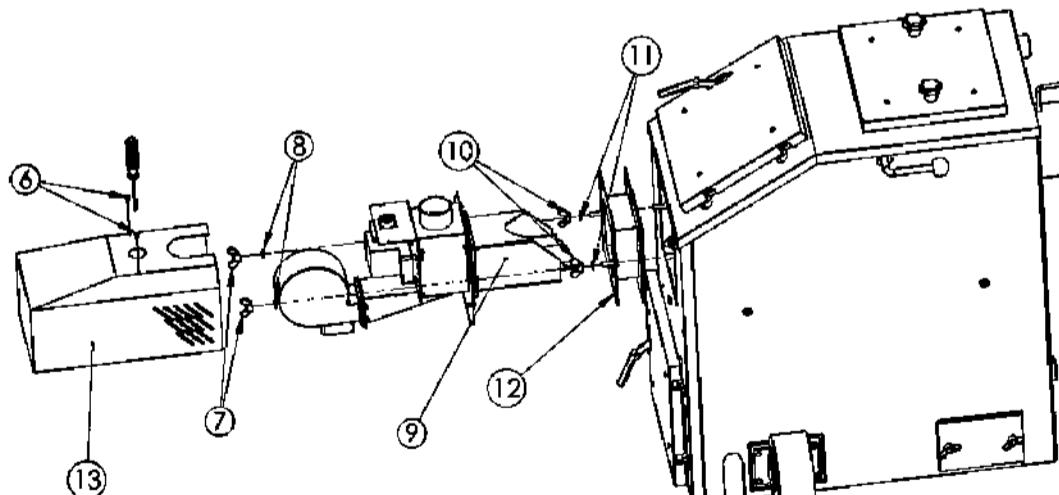
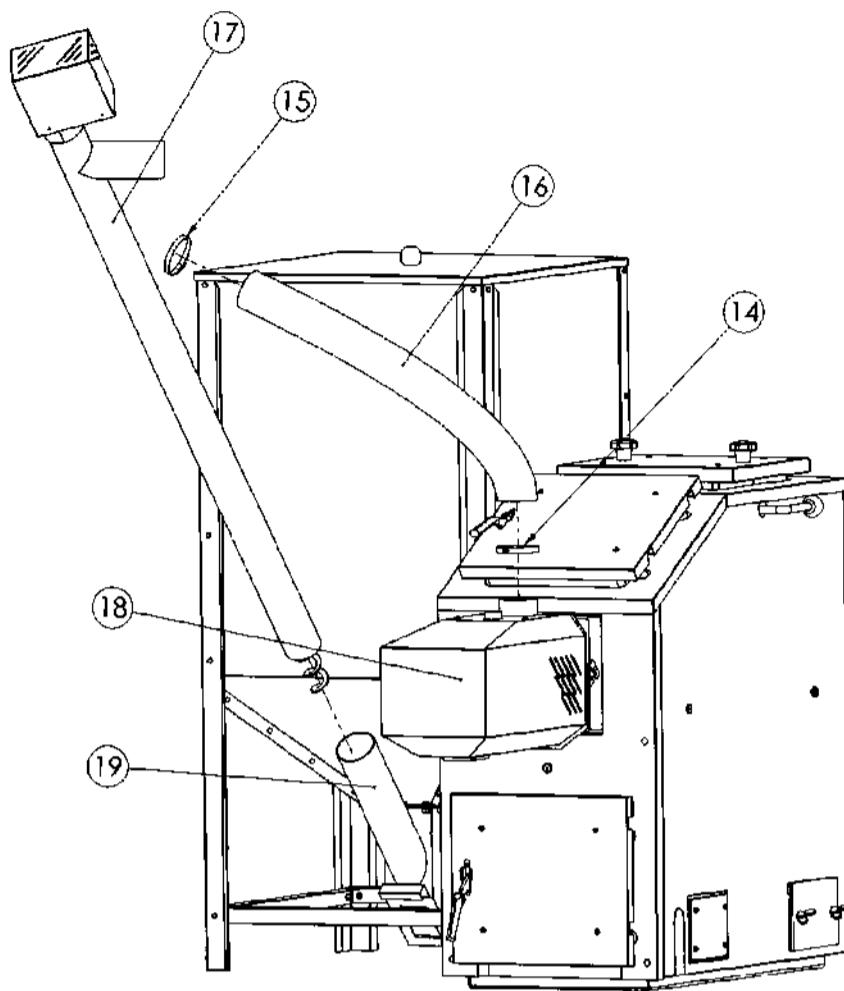

Рис. 13 Монтаж горелки Платинум Био.
Рис. 14 Монтаж бункера.
2. Снять корпус горелки (5), открутить два барашка (2) и вынуть два винта (4) с двумя подкладками (3).
3. Установить горелку (9) в адаптере (12), привинчивая ее двумя барашками (10) с подкладками (11) (рис. 13). Адаптер (12) с горелкой (9) прикрепить в котле двумя барашками (7) с подкладками (8).
4. Установить корпус горелки (13) фиксируя его винтами (6)
5. Поместить трубу подачи (17) в фиксирующую трубу (19) (рис. 14.).
6. Установить эластичный шланг (16) на трубу подачи (17) и защитить зажимной повязкой (15).
7. Установить эластичный шланг (16) на трубу горелки (18) и защитить зажимной повязкой (14).